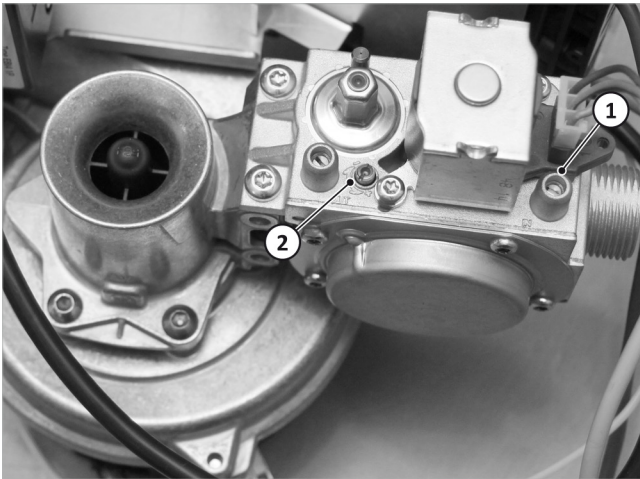

Abb. 17: Brenner einstellen
- Zum Prüfen des Gas-Fließdrucks bei laufendem Brenner dient der Messstutzen → Abb. 17 (1).